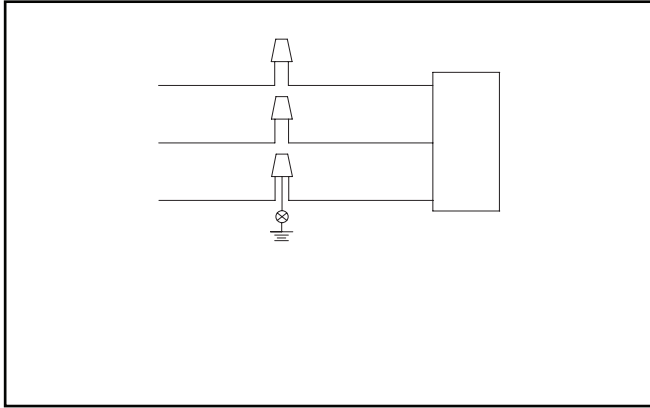

Figura 9.
**Nota:** Asegúrese de que los terminales del lado de la alimentación de la luminaria no queden "mordidos" ente la cubierta y el brazo de montaje. (Figura 9.)